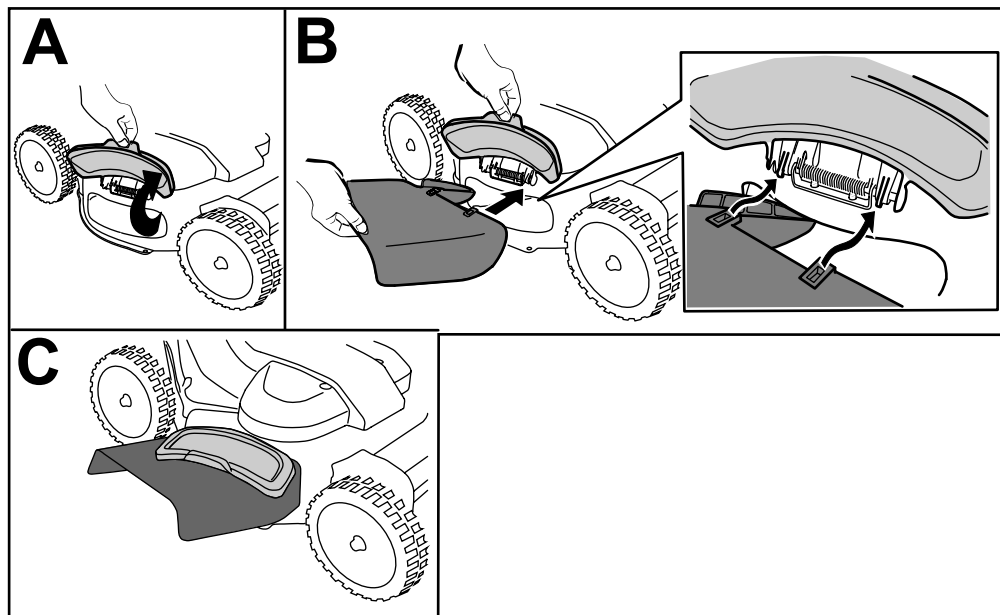

Рисунок 25
1. Поднимите боковую выпускную дверцу, чтобы открыть ее (вид А на Рисунок 25).
2. Установите желоб для бокового выброса и закройте дверцу на желобе (виды В и С на Рисунок 25).